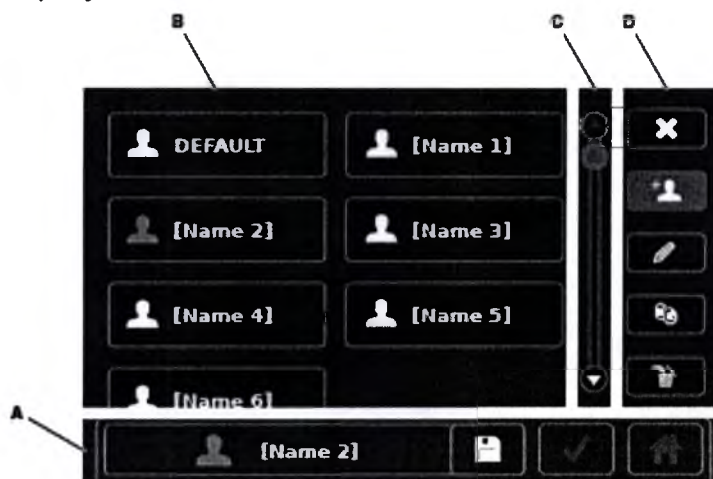

Рисунок 11 – Экран предустановки
2. Нажмите на кнопку сохранения (Рисунок 11).